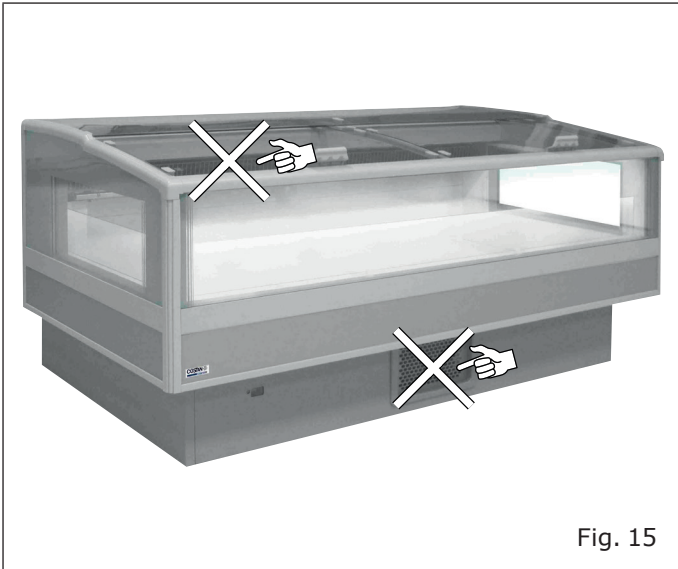

Fig. 15
- La marchandise ne bouche pas le flux d'air réfrigéré ("Fig. 15").